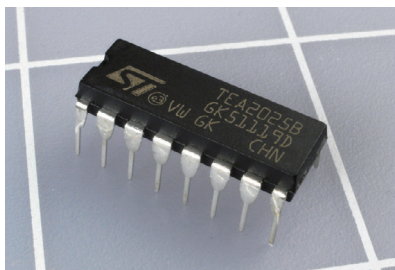

图 5-36 这个单芯片的立体声功放，在两个声道组合在一起时，可以往一个  $8\ \Omega$  的扬声器上输出总共 5 W 的功率
- 音频放大器，STMicroelectronics 公司的 TEA2025B 型或其他类似产品，数量：1 个。见图 5-36。